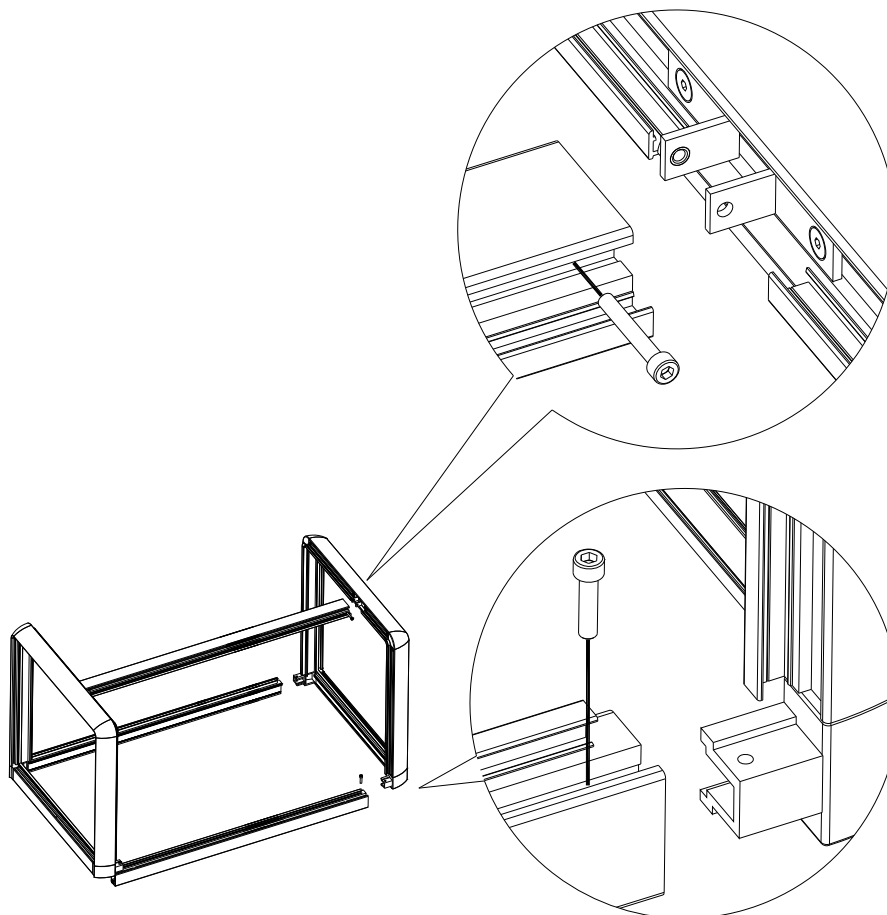

Figure 30: Schéma éclaté du cocon antibruit du Whisper 6 / 10
- 2 Le cocon antibruit peut être démonté conformément au schéma éclaté ci-dessous (figure 30).